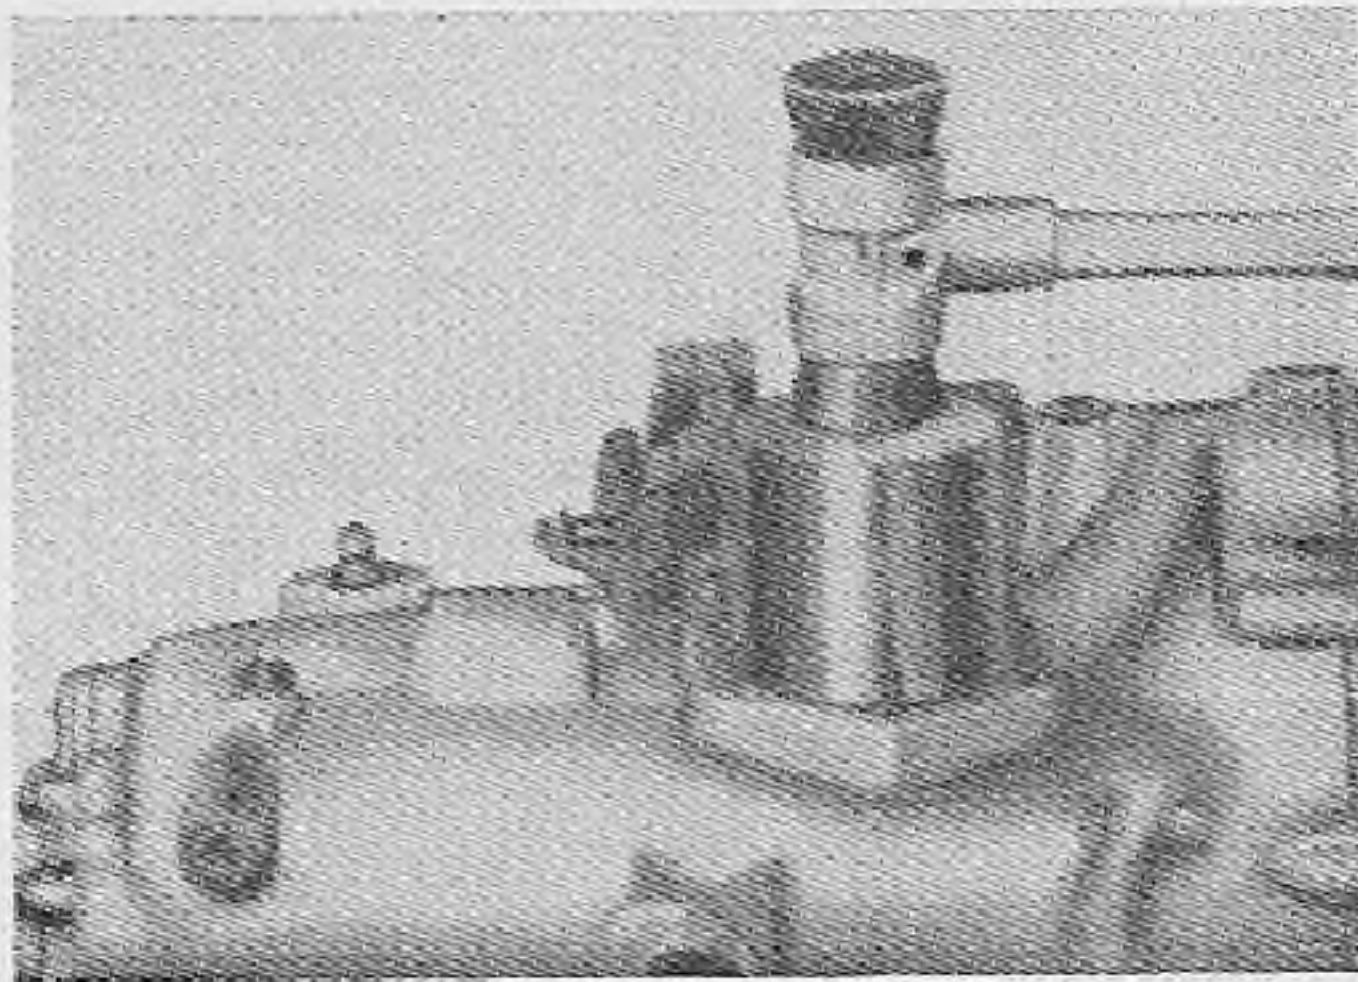

Fig. 60. — Extracción del planetario y cojinete de bolas.
4. Con un taco cilíndrico de madera del mismo diámetro que la cubeta exterior del cojinete de bolas y un martillo liviano, extraer de la abertura menor el planetario y el mencionado cojinete de bolas (fig. 60); sostener el conjunto para que no caiga.